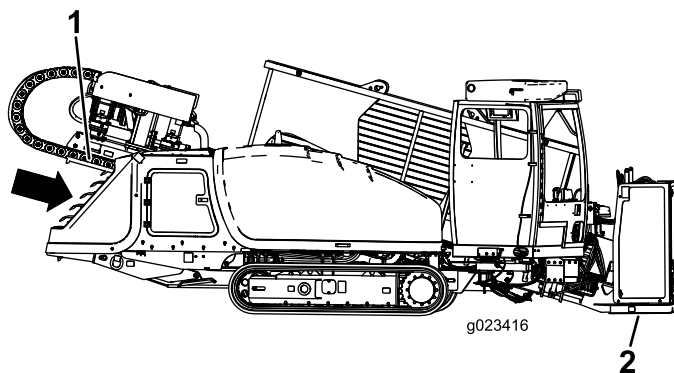

Рисунок 42
4. Опустите упорную раму, наклонив буровую раму до тех пор, пока плита не коснется грунта (Рисунок 42).